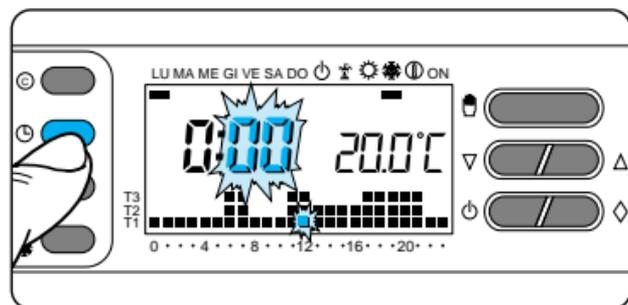

Fig. 17
3.2 - Premere il pulsante  (fig.17).